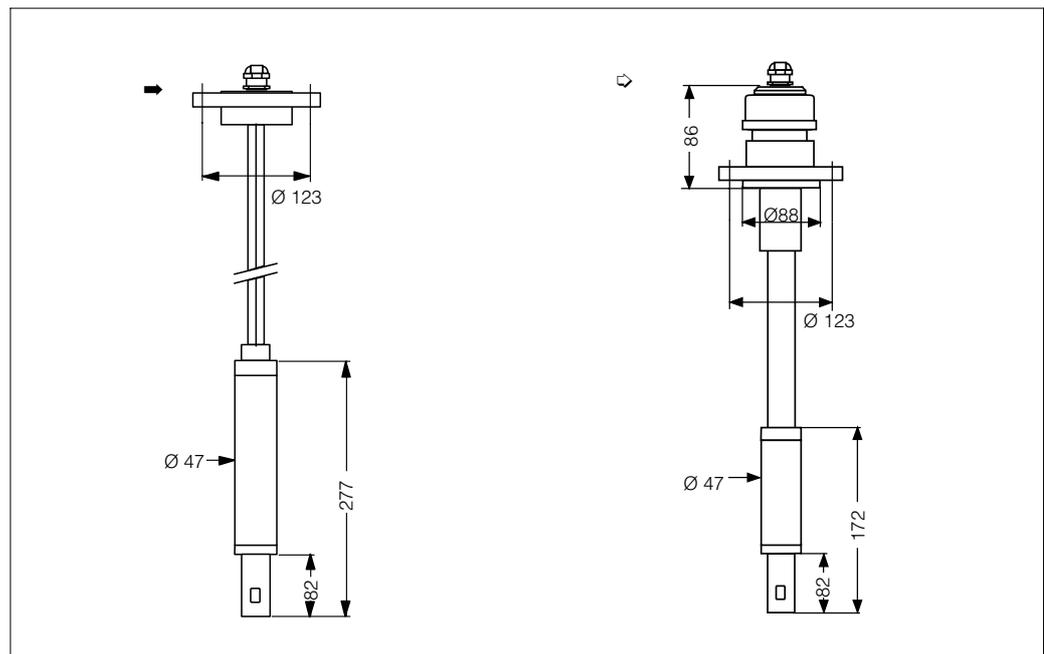

Bild 3.5: Eintauchsensoren für Meßumformer
1. Pg-Verschraubung am Kabeldurchführungsteil oben an der Armatur lösen (s. Bild 3.5, ➡ oder ⇄).
Bei Montage bzw. Demontage des Sensors ist vor dem Nachziehen des Meßkabels unbedingt die Pg-Verschraubung zu lösen (siehe Bild 3.5).